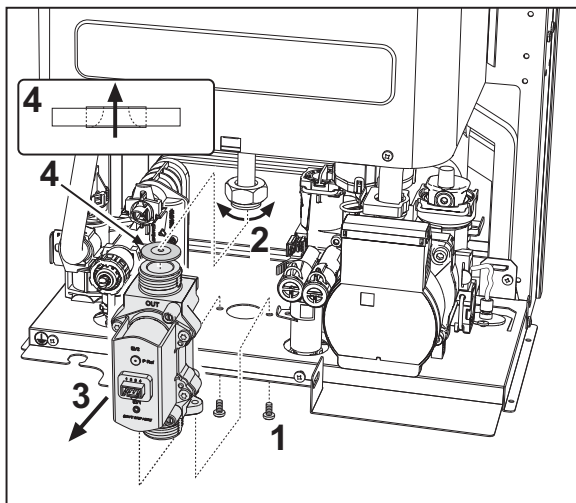

fig. 29 - Sostituzione valvola a gas
- Il diaframma gas "4" deve rispettare il verso indicato in fig. 29.